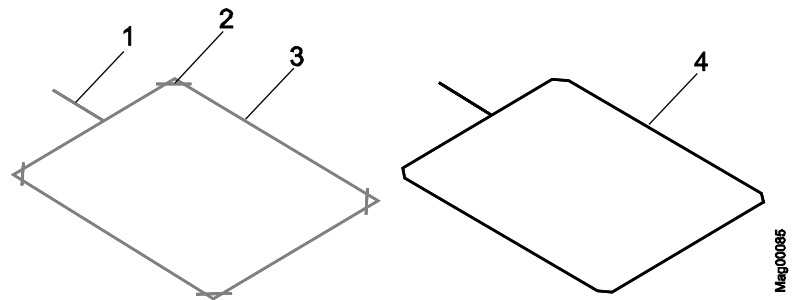

Abb. 17: Induktionsschleife in Bitumen, Asphalt oder Beton verlegen
1. In den Belag oder Asphalt mit einer Trennscheibe eine 50 mm tiefe Nut schneiden. Die Nut muss an jeder Stelle gleich tief sein. Ecken der Nut gemäß Abb. 17 im 45°-Winkel schneiden.